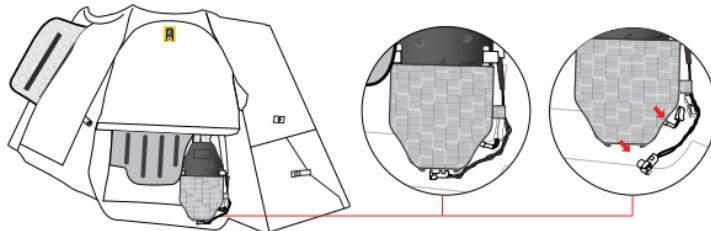

図12
2. インフレーターハウジング（4）にアクセスし、バッテリーに接続されているケーブル（バッテリーコネクタ、6）とインフレーターのスクイブコネクタ（5）をインフレーターから外します（図12）。